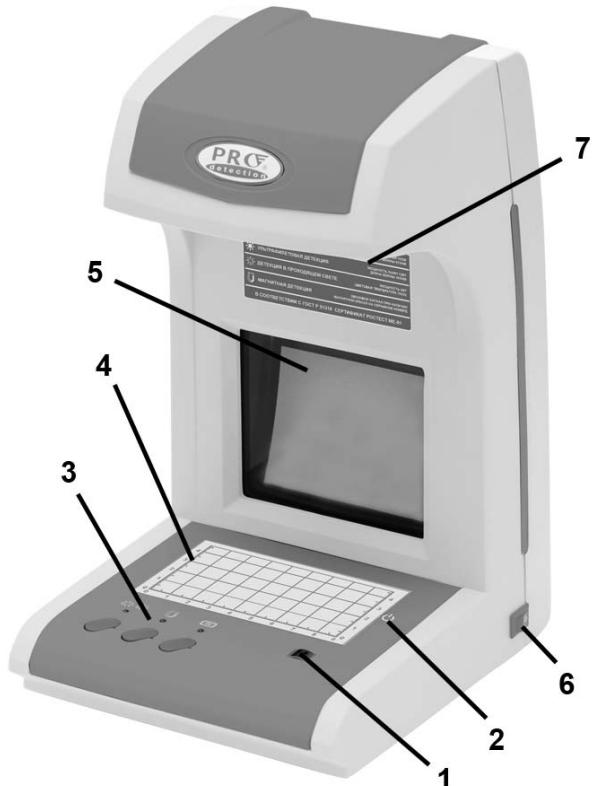

Рис.1
**ВНИМАНИЕ!** Для включения экрана ЭЛТ и лампы дневного света необходимо положить банкноту на рабочий стол Рис.1 поз. 4, перекрыв датчик автоматического включения. Время стабилизации изображения на экране ЭЛТ
Нажмите на кнопку "UV/WM", при этом выше загорится соответствующий индикатор. **Положите банкноту на рабочий стол Рис.1 поз.4,** перекрыв датчик автоматического включения. Включится лампа дневного света.
**Положите банкноту на рабочий стол Рис.1 поз.4, перекрыв датчик автоматического включения. Время стабилизации изображения на экране ЭЛТ 6 сек.** После того как на экране появится изображение банкноты ИК , детектор готов к работе. Если банкнота подлинная, то на экране Вы сможете увидеть ярко выраженные инфракрасные метки. Примеры изображений подлинных банкнот на экране приведены в приложении ниже. Если изображение банкноты (на лицевой стороне и обратной стороне) на экране абсолютно идентично самой банкноте, то данная банкнота не имеет инфракрасных меток и является фальшивой.